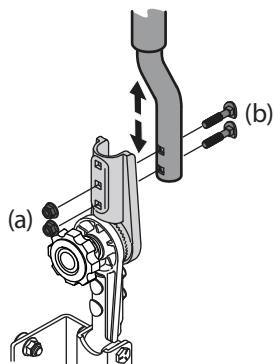

Figure 2-5
1. Retirez les écrous autobloquants à bride (a) des boulons de carrosserie (b) qui fixent les barres de conduite. Voir Figure 2-5.